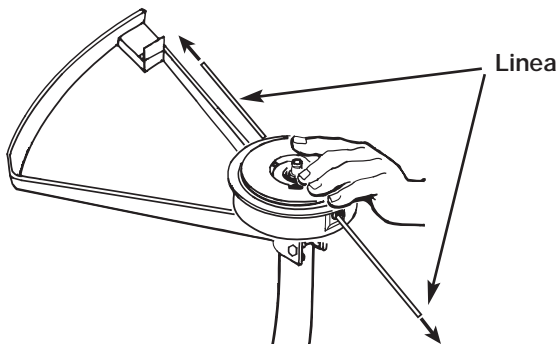

Fig. 19
9. Una vez que el carrete esté en su lugar, aplicar presión sobre el carrete comprimiendo el resorte. Jalar cada extremo de la línea con fuerza para sacarlos de los orificios (Fig. 19).